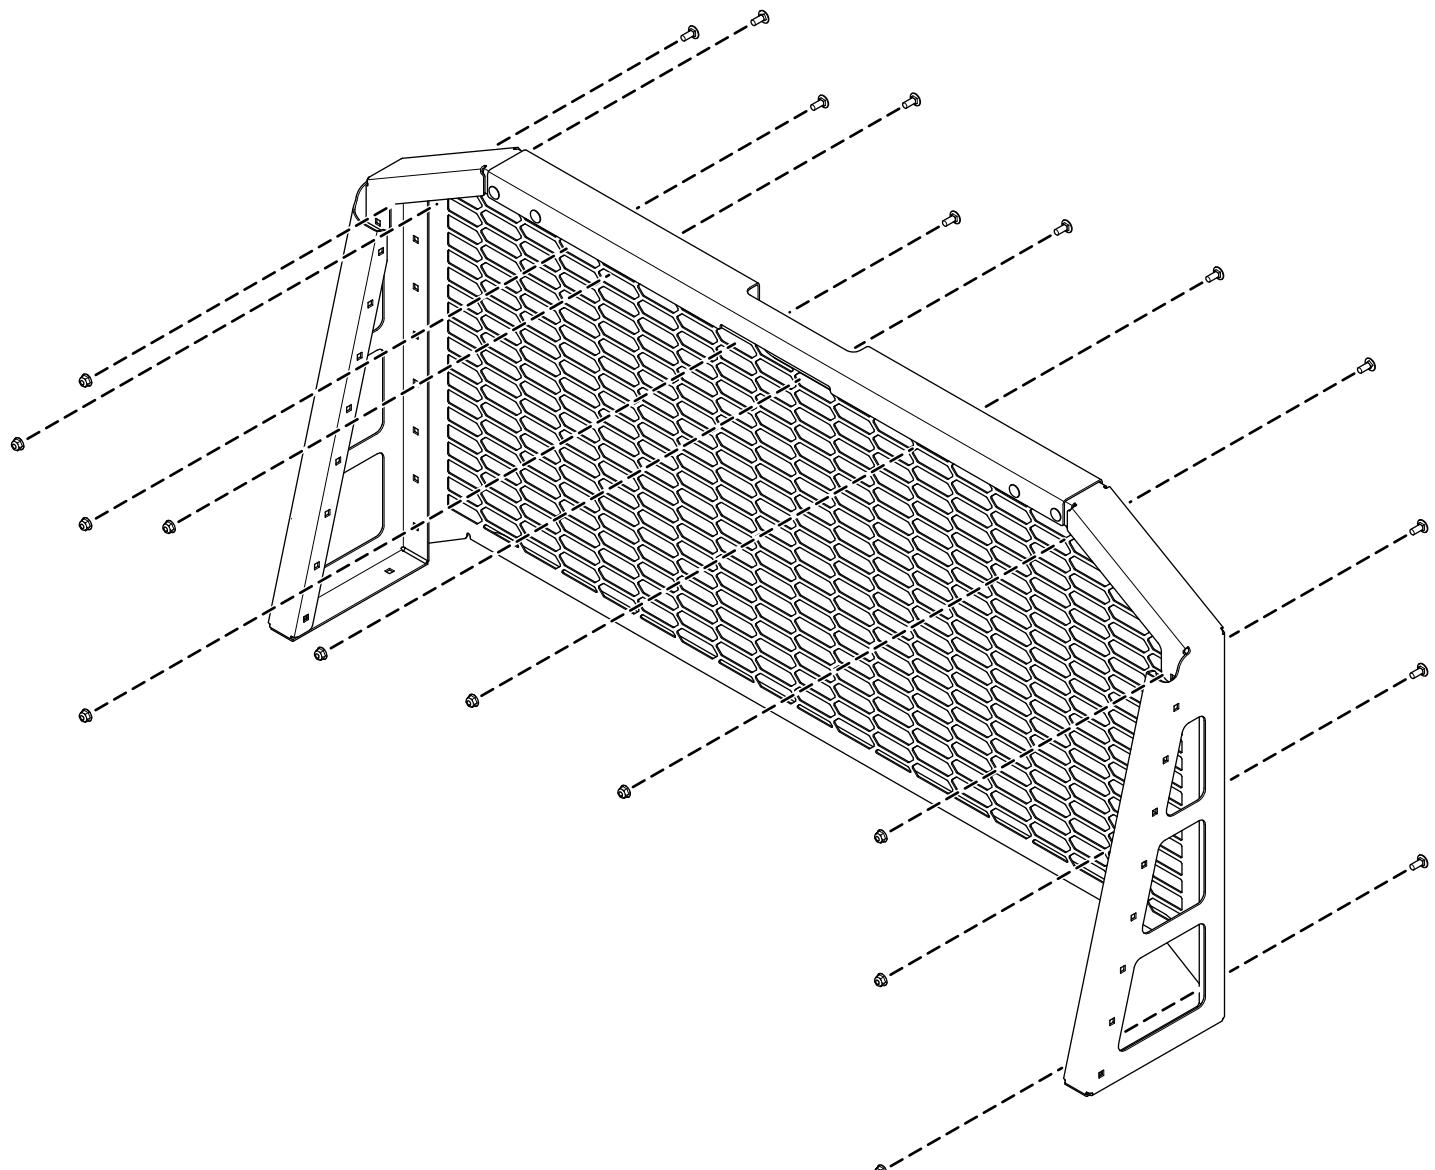

図 2
2. スクリーンをラックのフレームに仮止めするキャリッジボルト $5/16 \times 3/4"$ 11本とロックナット $5/16"$ 11個を使用して図2のように取り付ける。